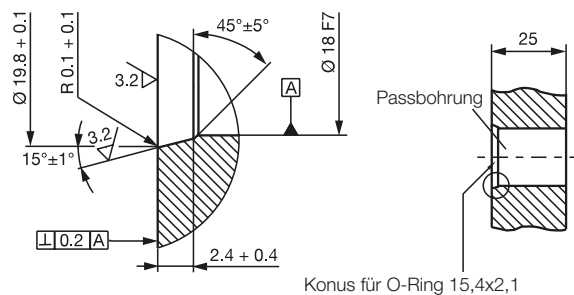

Bild 4-4: Passbohrung für die Montage des BTL mit O-Ring
Passbohrung: Die Anlagefläche des BTL muss vollständig an der Aufnahmefläche anliegen. Der passende O-Ring muss die Bohrung perfekt abdichten, d. h. die Ansenkung für den O-Ring muss Bild 4-4 entsprechend gefertigt werden.
Die Tiefe des Einschraubblochs muss mindestens 25 mm betragen (siehe Bild 4-4).
- ▶ Die Anlagefläche des BTL muss vollständig an der Aufnahmefläche anliegen. Der passende O-Ring muss die Bohrung perfekt abdichten, d. h. die Ansenkung für den O-Ring muss Bild 4-4 entsprechend gefertigt werden.